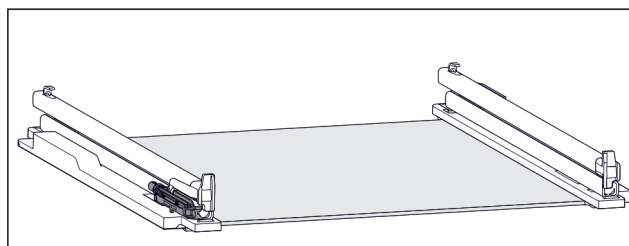

Fig. 54 Узел амортизатора
- Узел амортизатора крепится на левой направляющей. (см. Fig. 54) На правой направляющей узел амортизатора не крепится.